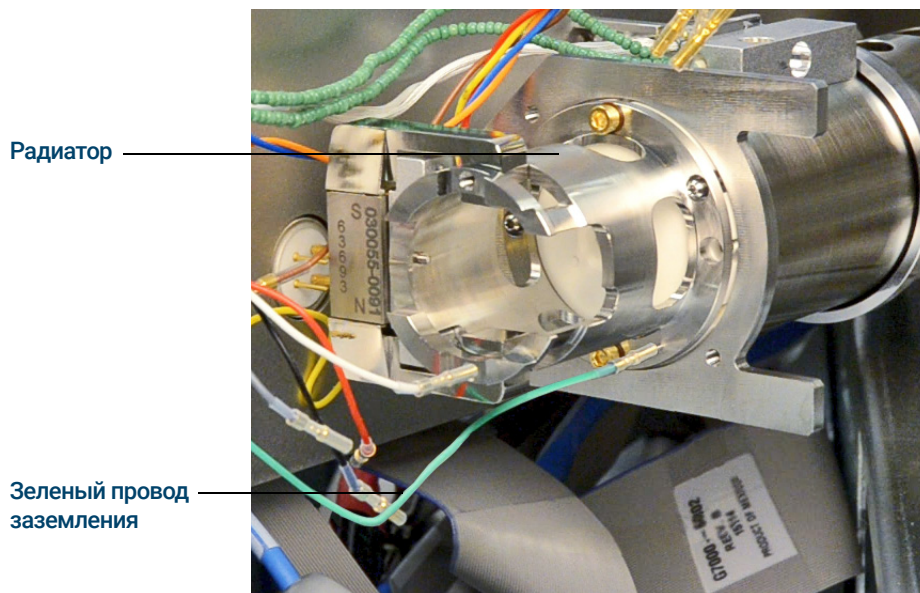

Рис. 73 Радиатор источника ХИ
- 2 Отсоедините зеленый провод заземления от радиатора. (См. **Рис. 73.**)